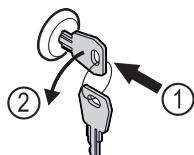

Fig. 176
- Πιέστε μέσα το κλειδί. Fig. 176 (1)
- Περιστρέψτε το κλειδί 90° αριστερόστροφα. Fig. 176 (2)